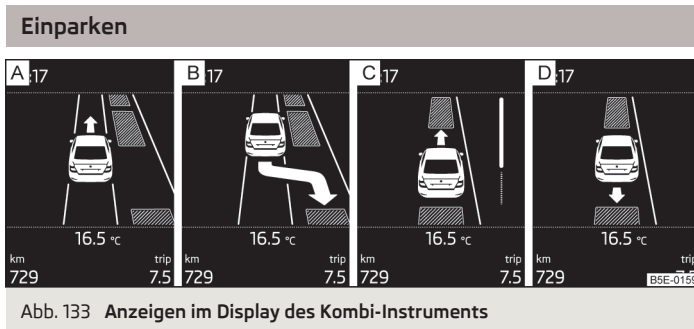

Abb. 133 Anzeigen im Display des Kombi-Instruments
Wenn das System eine geeignete Parklücke erkannt hat, wird diese Parklücke im Display angezeigt » Abb. 133 - A.
- Noch weiter vorfahren, bis im Display die Anzeige erscheint » Abb. 133 - B.
- Wenn im Display der Pfeil nach vorn blinkt » Abb. 133 - C, dann den 1. Gang einlegen bzw. den Wählhebel in Stellung **D** stellen.
- Wenn im Display der Pfeil nach hinten blinkt » Abb. 133 - D, dann erneut den Rückwärtsgang einlegen bzw. den Wählhebel in Stellung **R** stellen.